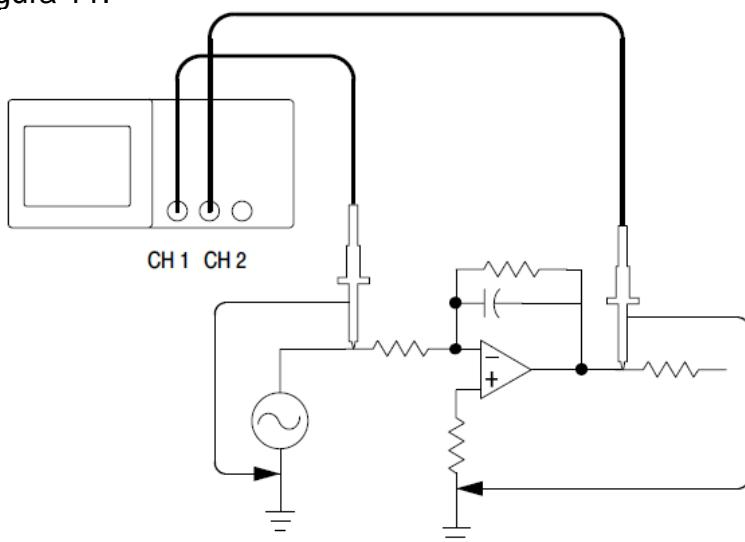
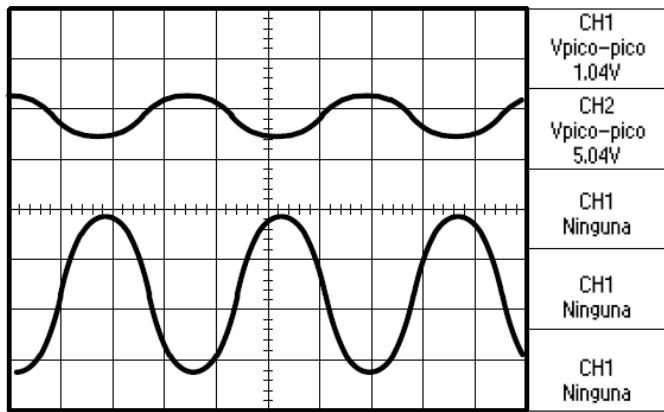

Figura 10. Medición de dos señales.
Figura 11. Medidas de dos señales.
**Medición de dos señales.** Imagine que está probando una pieza de equipamiento y necesita medir la ganancia del amplificador de sonido. Dispone de un generador que puede aplicar una señal de prueba a la entrada del amplificador. Conecte dos canales del amplificador a la entrada y salida del amplificador, tal y como se muestra en la Figura 10. Mida ambos niveles de señal y utilice las medidas para calcular la ganancia. Figura 11.
Para activar y presentar las señales conectadas al canal 1 y al canal 2, Figura 11, siga estos pasos: